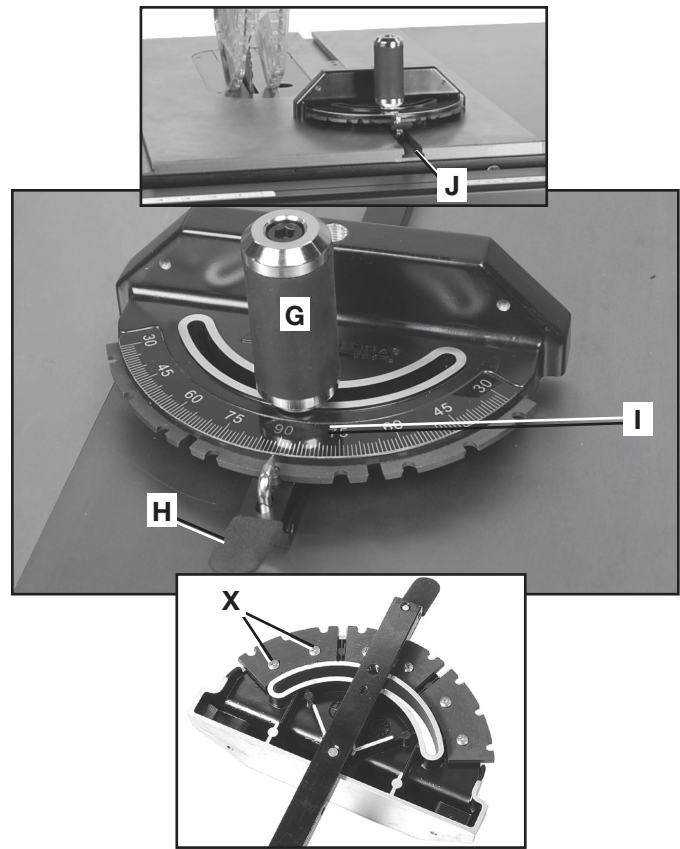

FIG. 63
Para rotar el calibrador de inglete, desajuste el mango (G), Fig. 63, empuje la palanca manual (H) hacia abajo y mueva el cuerpo del calibrador de inglete (I) hasta el ángulo deseado.
Para ajustar los topes, desajuste los tornillos (se muestran dos en (X) Fig. 63). Mueva el tope a la posición adecuada y vuelva a ajustar los tornillos (X).